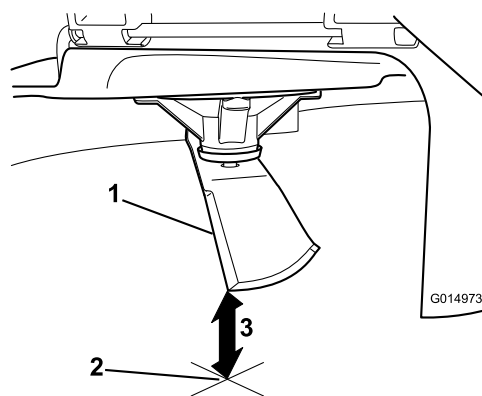

Figura 62
3. Măsurați de la vârful lamei până la suprafața plană (Figura 62).